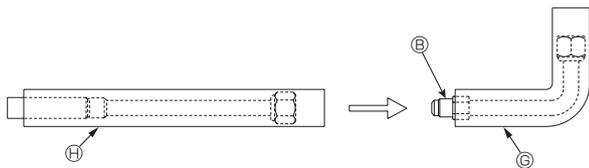
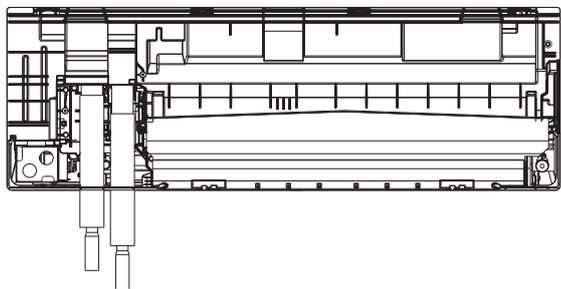

Fig. 3-14
Fig. 3-22
3.3.4. Cómo instalar las tuberías de conexión Ⓒ y Ⓗ (para el modelo WL12/15) (de la Fig. 3-14 a la Fig. 3-22)
- (1) Conecte dos juegos de tuberías de conexión en forma de L Ⓒ y tuberías de conexión en forma de I Ⓗ. (Fig. 3-14)